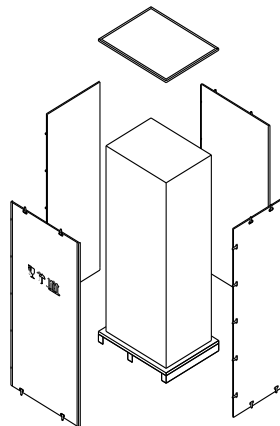

Рисунок 2.2 Снятие упаковки
- 2) Освободите нижние крепления боковых панелей упаковки от паллета (с четырех сторон), поднимите упаковку вверх и освободите от нее оборудование. Если пространство сверху не позволяет сделать этого, то аккуратно отсоедините верхнюю и боковые панели по отдельности (рисунок 2.2).